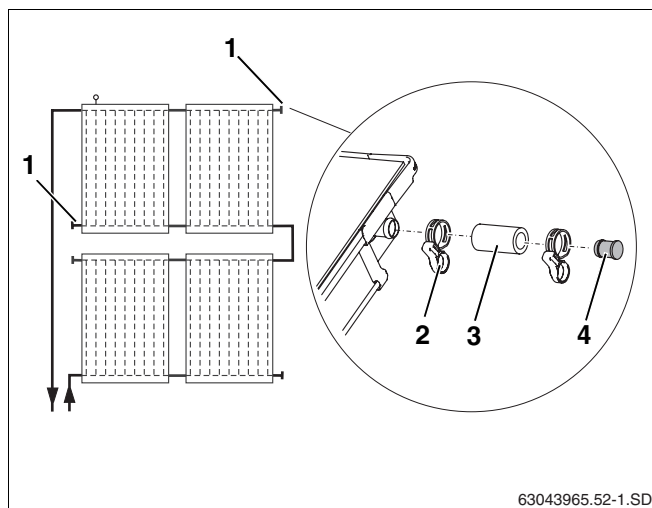

Fig. 40 Montaje del tapón ciego premontado
Cierre las conexiones del colector innecesarias (fig. 40, **pos. 1**) con los tapones ciegos.
- ▶ Conectar los tubos solares de 55 mm (fig. 40, **pos. 3**) con los tapones ciegos montados previamente sobre ambas conexiones libres.